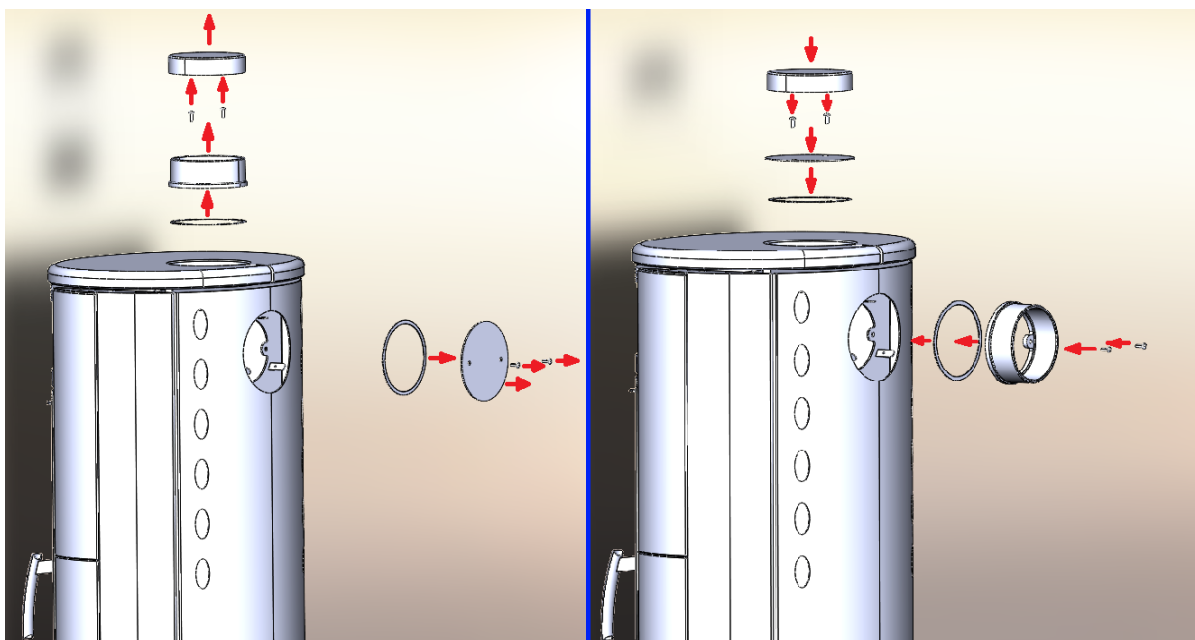

Abbildung 2 Austausch des Rauchrohranschlusses und des Rauchrohrdeckels
3. Abbildung 2 Austausch des Rauchrohranschlusses und des Rauchrohrdeckels	Seite 5